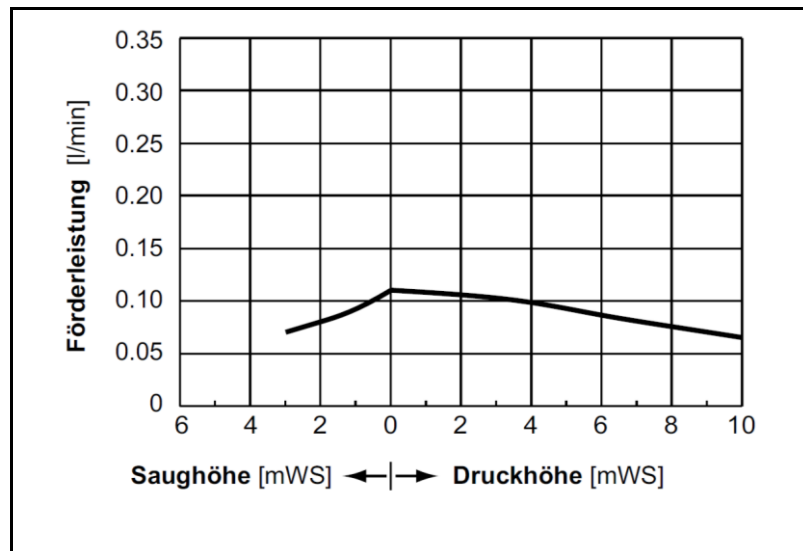

Fig. 7: Förderleistung der Pumpe NF 10 DC
- Die Einbaulage der Pumpe kann prinzipiell frei gewählt werden, für maximale Genauigkeit und schnelle Entlüftung die bevorzugte Einbaulage beachten (Fig.7).